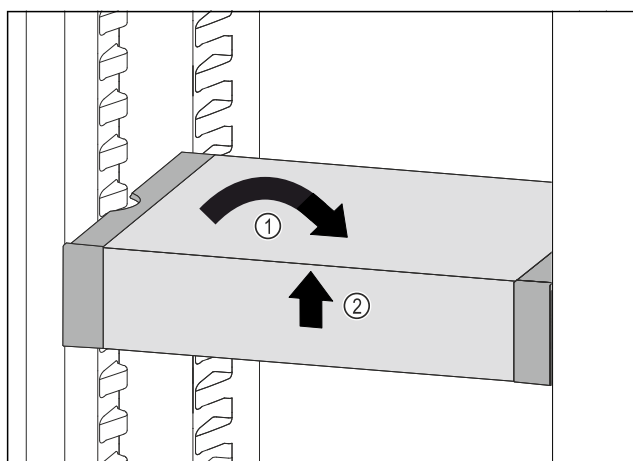

Fig. 201
- Collocare VarioSafe in maniera dritta. Fig. 201 (1)
- Sollevare VarioSafe dal lato anteriore. Fig. 201 (2)